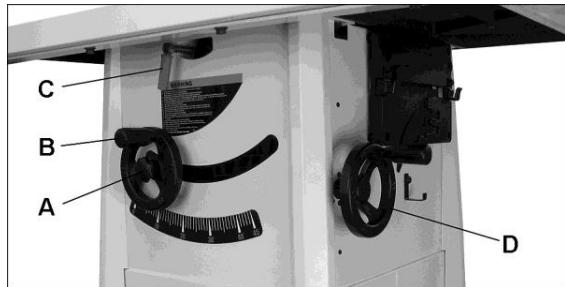

Рис. 7-1
См. Рис. 7-1.
3. Установите пильный диск под углом 90° к поверхности стола, до конца закрутив маховик (D, Рис. 7-1) против часовой стрелки. Не прилагайте чрезмерных усилий, когда диск достигнет ограничителя.